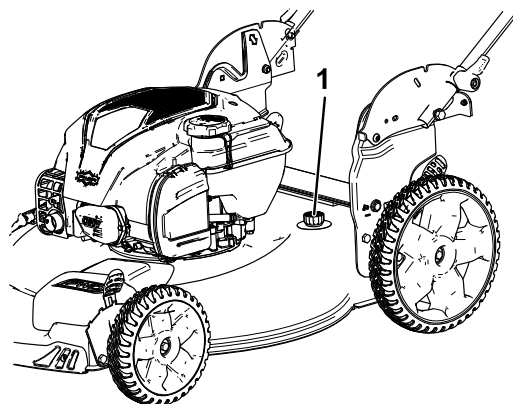

Figura 15
5. Conecte una manguera de jardín que esté conectada a un grifo al orificio de lavado (Figura 15).